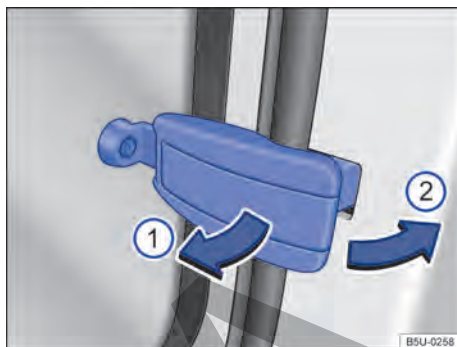

Fig. 58 Cerrar la luneta rebatible.
- Tirar de la palanca de bloqueo en el sentido de la flecha → fig. 58 ① hacia adentro.
- Presionar la palanca de bloqueo en el sentido de la flecha → fig. 58 ② hacia atrás, hasta que se bloquee y la luneta quede cerrada.